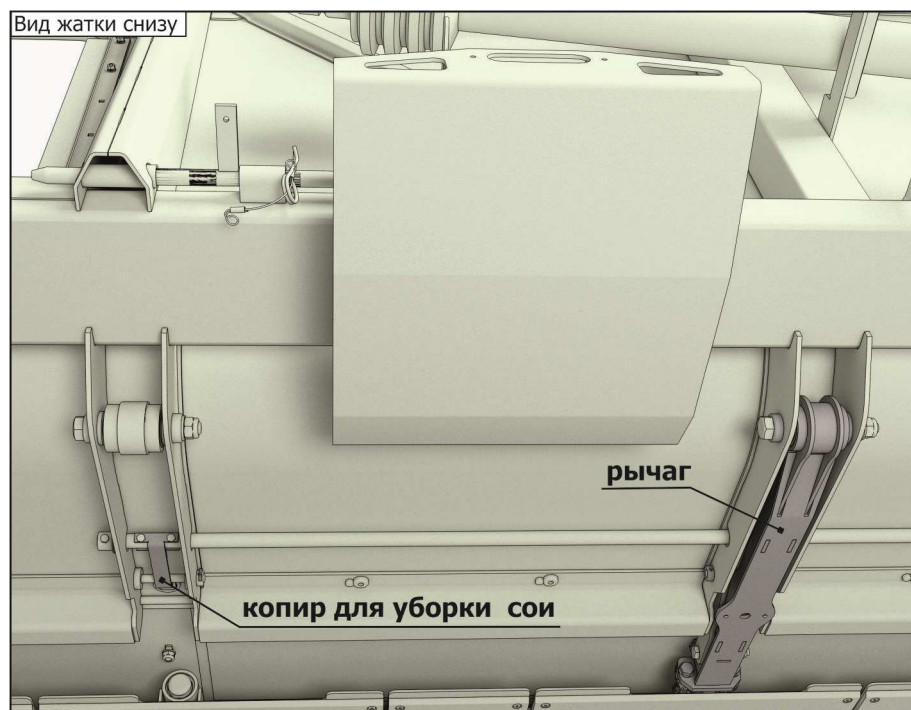

Рисунок 6.16 – Положение копирных дуг для уборки сои
- 4) Поднять копирующие дуги в крайнее верхнее положение и зафиксировать (рисунок 6.16).